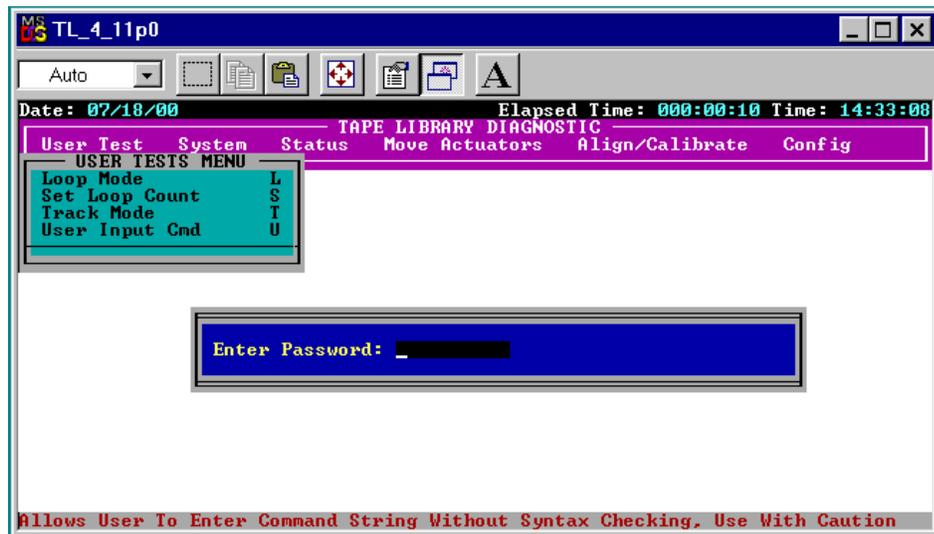

Figura 3-10. Finestra di dialogo Password
4. Immettere la password. L'impostazione predefinita sensibile alle maiuscole e alle minuscole è kvision (vedere la Figura 3-10).